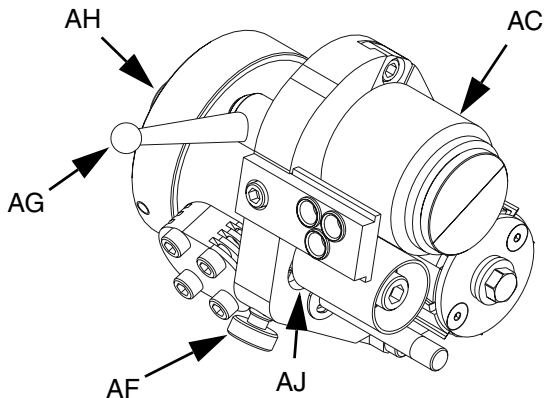

ABB. 4
4. Bei aktivierter Abzugssperre Schneidermotor (AH) im Uhrzeigersinn drehen, um Drehzahl zu verringern. Siehe ABB. 4. Bei Bedarf gegen Uhrzeigersinn drehen, um Drehzahl zu erhöhen.
3. Bei aktivierter Abzugssperre Schneidermotor (AH) drehen: im Uhrzeigersinn, um Drehzahl zu verringern, gegen Uhrzeigersinn, um Drehzahl zu erhöhen. Siehe ABB. 4.
2. Spannungsverriegelung (AG) durch Drücken in Richtung der Vorderseite der Pistole lösen.
3. Spannungseinstellknopf (AF) am Schneider drehen: gegen Uhrzeigersinn, um Spannung zu erhöhen, im Uhrzeigersinn, um Spannung zu verringern. Siehe ABB. 4.
Zum Einstellen des Ambosses (AC) auf Spannung der Spannrolle (AJ) kann Position der Spannrolle eingestellt werden. Siehe ABB. 4 auf Seite 7.